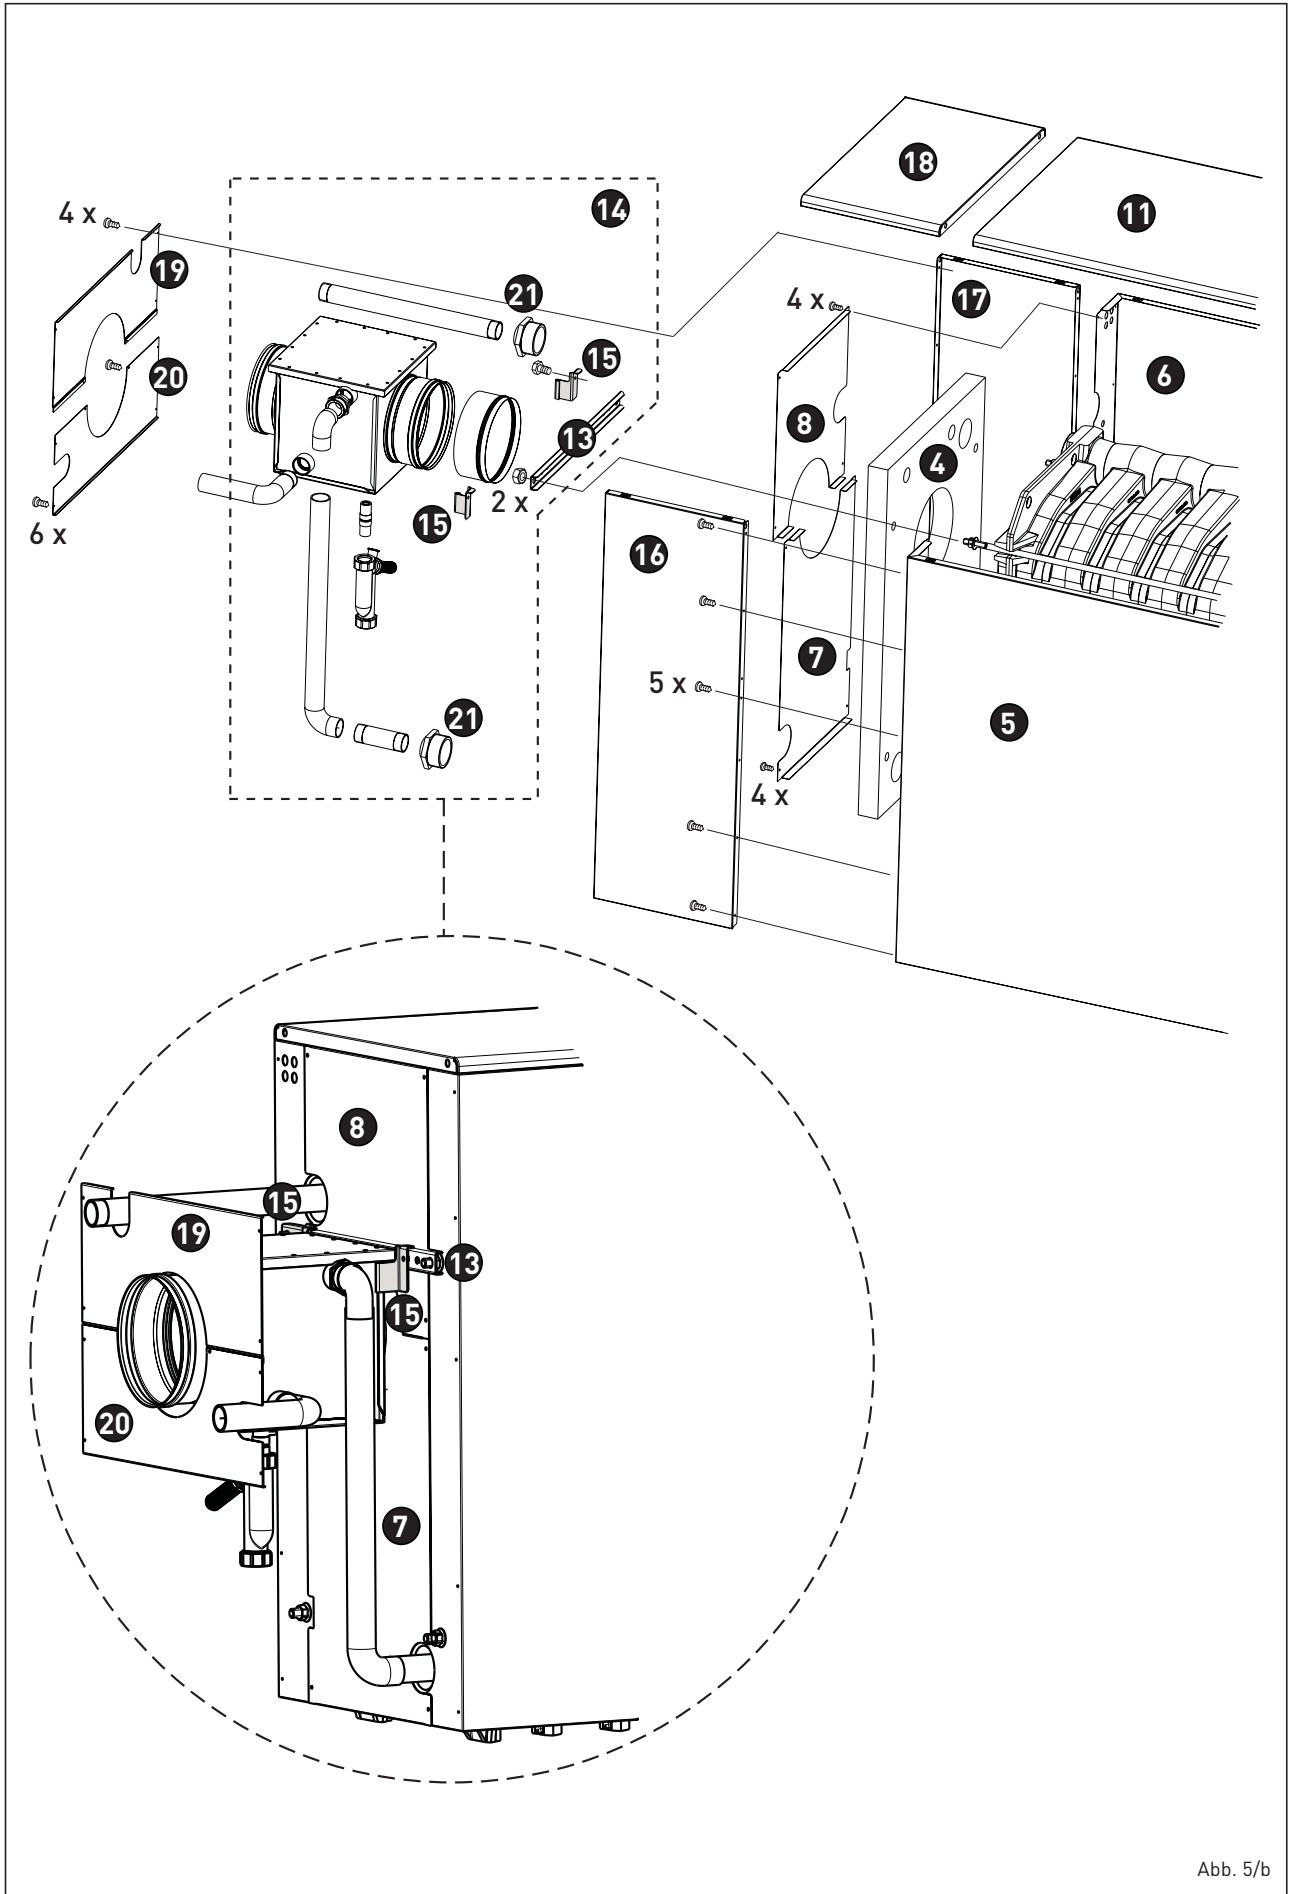

Abb. 5/b
1.6 AANSLUITING VAN DE CONDENSAATAFVOER (Abb. 5)
1.7 MONTAGE OMMANTELING (Abb. 5/a - Abb. 5/b)